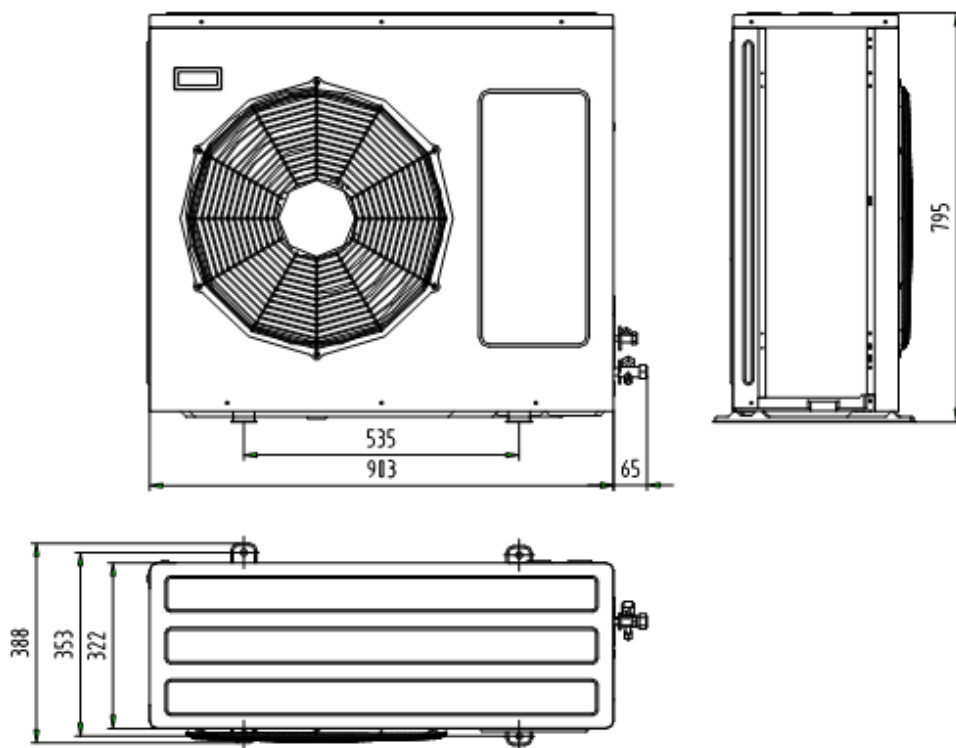

Рис.1.4
- Модели IMS-EM080NH(7), IMS-EM100NH(7) (рис.1.4)
- Диаметры труб на участке (L1) между наружным блоком и рефнетом B1 (рис.1.4) определяется параметрами портов подключения наружного блока.